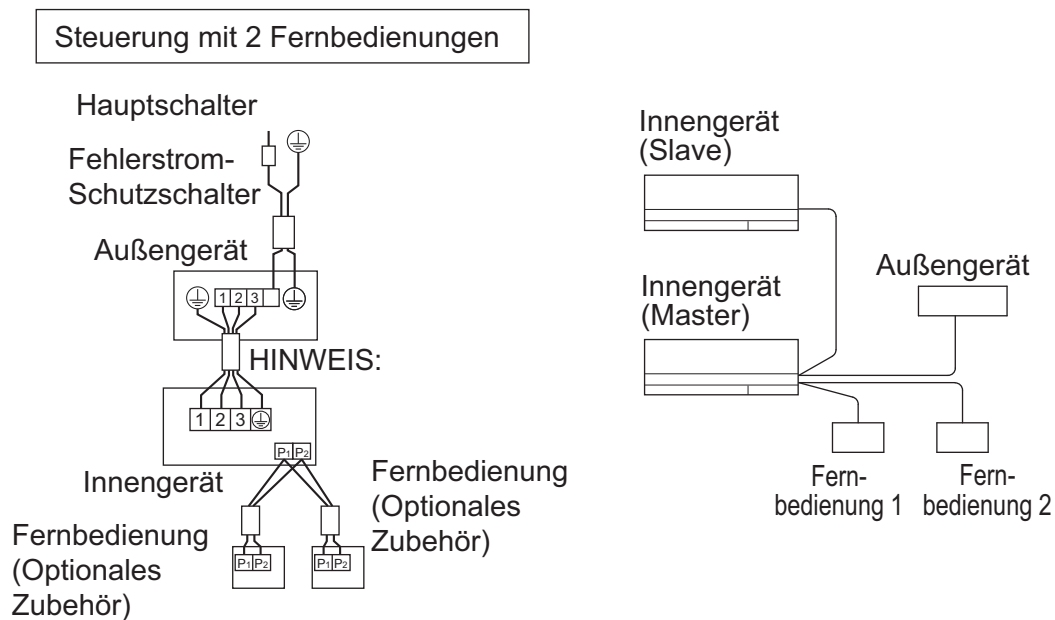

Abb. 29
- (1) Nehmen Sie die Abdeckung vom Steuerungskasten ab. (Siehe "5. INSTALLATION DES INNENGERÄTS".)
- (2) Verlegen Sie die Drähte über Kreuz zwischen den Klemmen (P1, P2) im Schaltkasten für die Fernbedienung. (Es gibt keine Polarität.) **(Siehe Abb. 29)**